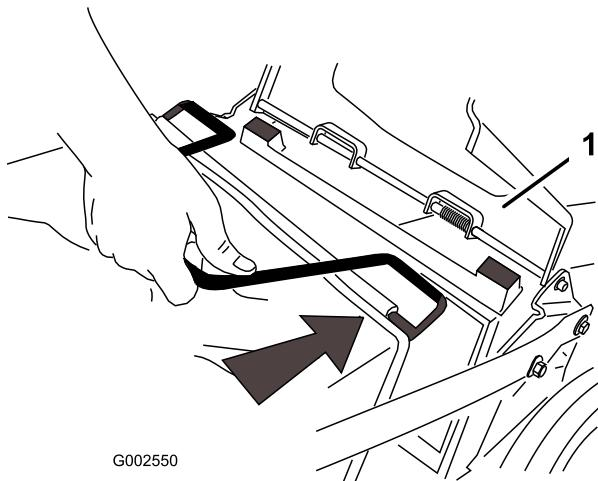

Bild 17
2. Heben Sie die hintere Klappe an und halten Sie sie hoch (Bild 17).